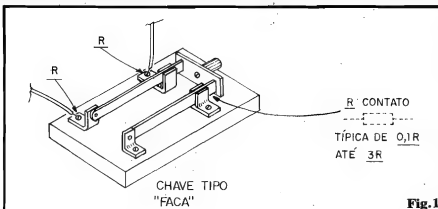

Fig.1
**- FIG. 1 - A RESISTÊNCIA DE CONTATO, NA PRÁTICA -** Só para exemplificar, uma simples chave tipo "faca", como a ilustrada, costuma mostrar valores de contato típicos entre  $0,1R$  e  $3R$ , mesmo que as superfícies metálicas (normalmente latão ou outras ligas utilizadas em eletricidade...) estejam aparentemente limpas... E notem que tal valor ocorre apenas na junção da própria "faca"... Se considerarmos as inevitáveis Resistências interpostas pelos próprios parafusos/terminais da dita chave (aos quais normalmente são fixados os cabos ou fios...), podemos - sem medo de exagerar - **triplicar** tais valores resistivos médios! Vamos estabelecer alguns valores para calcular um exemplo: suponhamos que a chave da fig. 1 mostre uma **RESISTÊNCIA DE CONTATO** (devido à oxidação, à sujeira, aos deslinhamento dos contatos, essas coisas que ocorrem, mais cedo ou mais tarde, em qualquer conjunto de conexões...) de "miseráveis"  $0,5$  Ohms ( $0R5$ ). Se a dita chave normalmente controlar a passagem de uma Corrente de  $100A$  (o que não é exagerado para muitas aplicações industriais...), a dissipação no tal contato será de nada menos que  $5.000W$ ! Isso mesmo! **Cinco mil watts** "jogados pelo ralo", perdidos e pagos e - o que é pior, causando **sobreaquecimento** na junção que, mais cedo ou mais tarde poderá resultar num incêndio capaz de transformar toda a fábrica num monte de cinzas! Deu pra sentir a importância de se medir (e, eventualmente, providen-